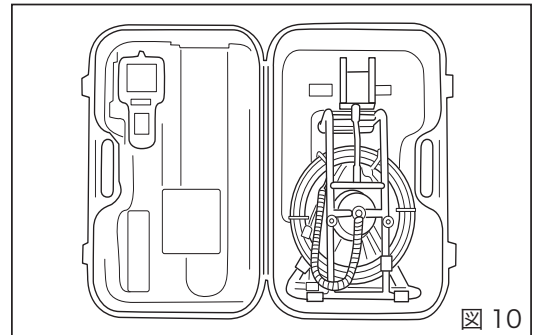

図 10
- ①運搬の際には専用のキャリングケースを使用し、モニタ本体、ケーブルドラムを所定の場所に入れてください。(図 10)